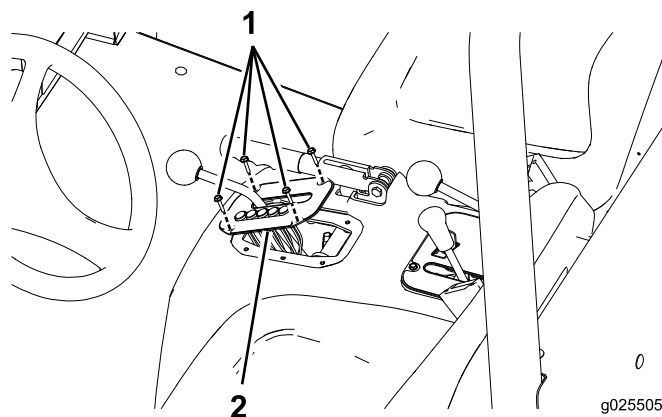

図5
9. 2つの座席の間にあるコントロールパネルのねじを外してコントロールパネルを取り外す図5。